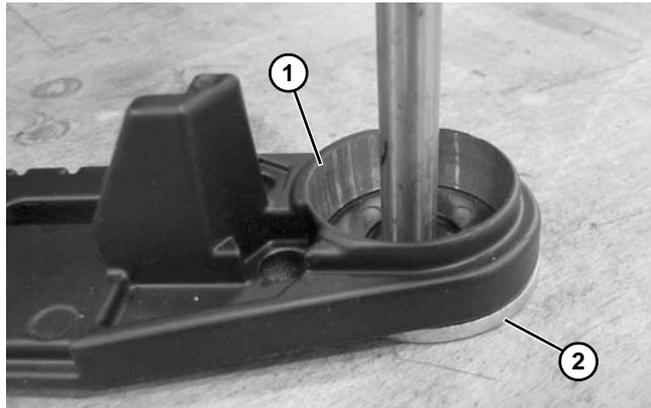

Figure 82
2. Placer la plaque arrière (**Figure 82, élément 1**) à plat avec sa face sur la rondelle (**Figure 82, élément 2**) ou sur l'établi avec un trou d'au moins 16 mm de diamètre.